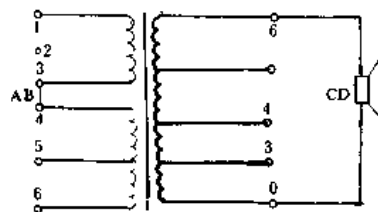

图 22-4
(1) 12V 供电的输出变压器,可用台式晶体管收音机的输出变压器代换,由于电视机的功放级的供电电压比收音机的供电电压高,所以代换的音频输出变压器,最好利用初级头尾两个接头,中心抽头让其空着。
(2) 100V 供电的输出变压器,可用功率为 2W 的线间变压器代换,接线方法如图 22-4 所示。